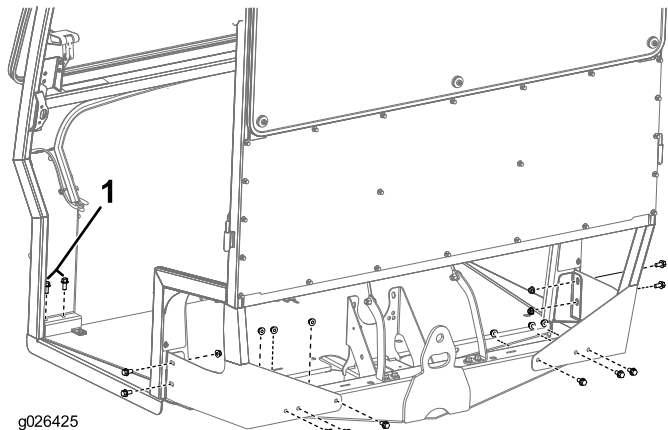

図 6
2. フレームを機体に固定しますボルト3/8 x 3/4 インチ10本と、ナット3/8 インチ10個、ボルト3/8 x 7/8 インチ4本を使用し、図 6のように取り付けます。